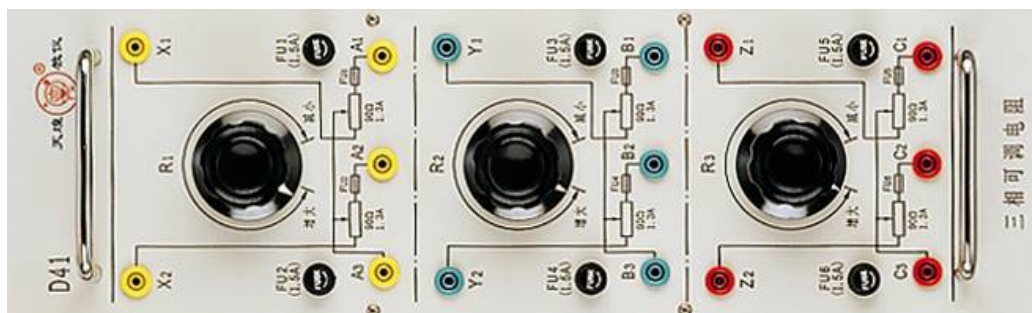

图7 三相可调电阻箱
⑧ 分别连接控制屏上励磁电压输出的【+】（红色）、【-】（黑色）到DJ13-1型直流他励发电机并励线圈的红色接线柱、黑色接线柱。
⑨ 参考图7，将DJ13-1型直流他励发电机的电枢红接线柱接电阻箱【A1】，电枢黑接线柱接电阻箱【C2】。
⑩ 将电阻箱的【A2】接【B1】、【B2】接【C1】，电阻【R1】、【R2】、【R3】调到最大（逆时针旋转到底）。